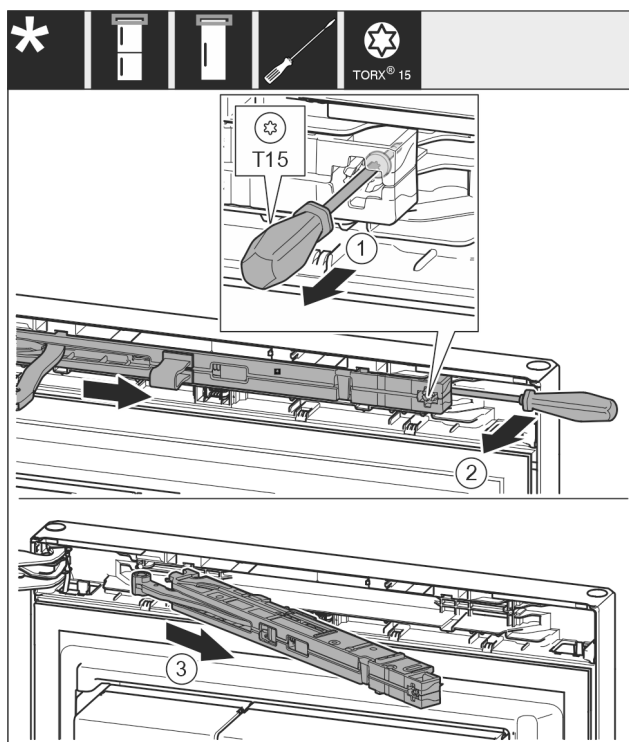

Fig. 8
- ▶ Desfaceți aprox. 14 mm șurubul de la unitatea amortizorului de închidere cu șurubelnița T15. Fig. 8 (1)
- ▶ Introduceți o șurubelniță pe partea mânerului în spatele unității amortizorului de închidere și rotiți unitatea spre înainte. Fig. 8 (2)
- ▶ Extrageți unitatea amortizorului de închidere. Fig. 8 (3)